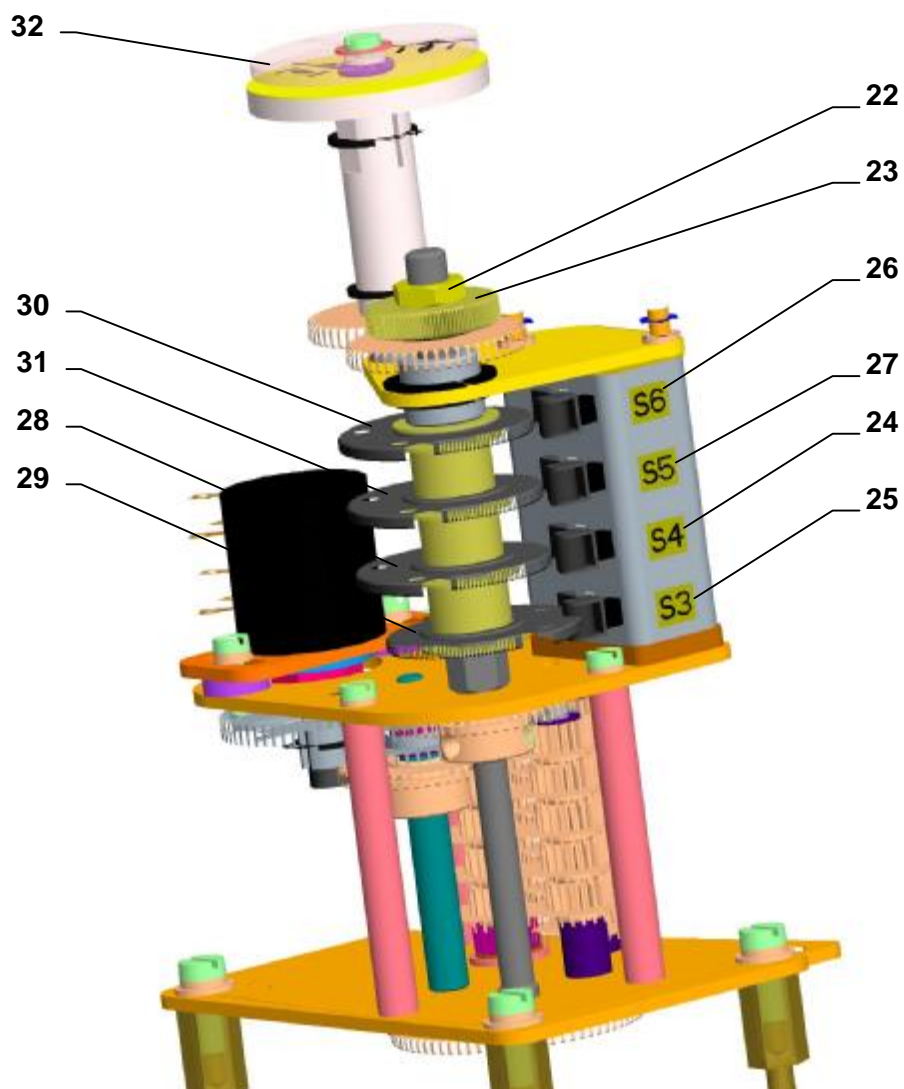

Рис.3
#### 4.2 Настройка блока положения и сигнализации (рис.3)
Прибор на заводе-изготовителе настроен на постоянный ход(согласно спецификации), указанный на типовом щитке. Насколько заказчик неспецифировал величину конкретного рабочего хода, рабочие обороты установлены на 3-ий ступень избранного ряда хода. При установке, настройке и перестановке выключателей положения и сигнализации поступайте следующим образом(Рис. 3).
- регулируемое колесо переставте на требуемый ступень диапазона, по Таб.Н-2 и Рис.3а, ослаблением винта регулируемого колеса и после отрегулирования винт подтяните. При установке регулируемого колеса следите за правильным зацеплением с колесом данного ступеня,
- ослабьте гайку(22) при одновременном прижимании центральной накатной гайки(23) и потом гайку(23) крепляющую кулачки расслабьте настолько, чтоб тарелчатые пружины на кулачках еще создавали аксиальное пружинное усилие.
- прибор перестановте в положение «открыто» и кулачком(29) поворачивайте в направлении часовой стрелки, вплоть до переключения выключателя S3 (25).
- прибор перестановте о ход, при котором он будет сигнализировать положение «открыто» и кулачки(31) поворачивайте в направлении часовой стрелки, вплоть до переключения выключателя S5 (27).
- прибор перестановте в положение «закрыто» и кулачком(28) поворачивайте против направления часовой стрелки (при виде сверху) , вплоть до переключения выключателя S4 (24).
- прибор перестановте обратно о ход, в котором он сигнализирует положение «закрыто» и кулачком(30) поворачивайте против направления часовой стрелки, вплоть до переключения выключателя S6 (26).
- после настройки прибора, рукой закрепите кулачки центральной акатной гайки(23) при одновременном прижимании, потом гайку подтяните контргайкой(22).
- поворочте диск показателя положения(31) для данного числа оборотов по отношению к отметке на смотровом отверстии верхнего кожуха.
Рис.3а